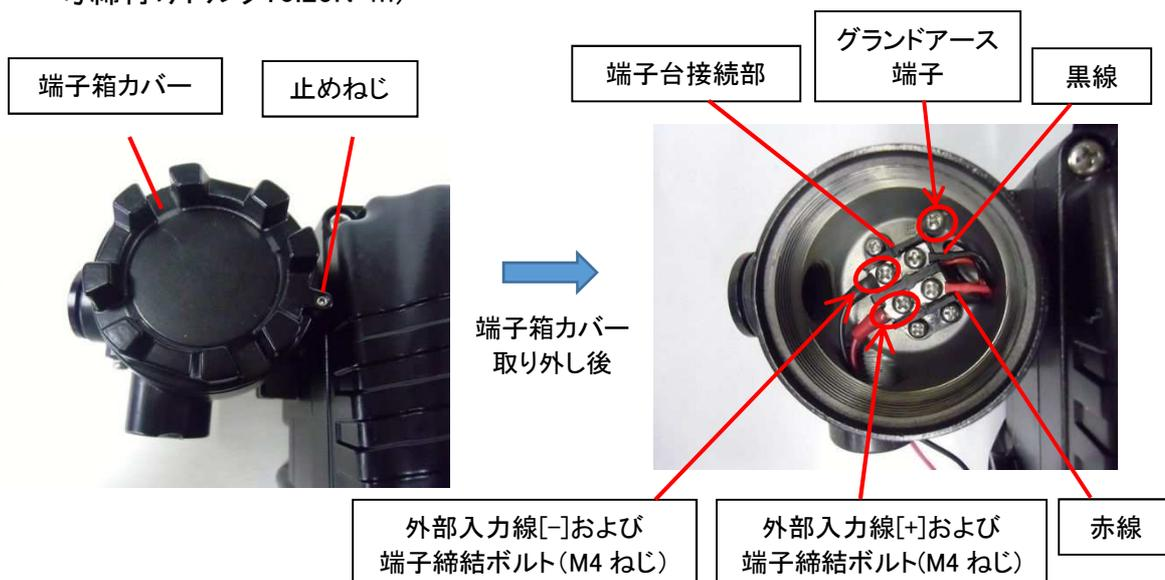

図8
*端子の結線方法(図8参照)
- ①端子箱の止めねじを外して(六角レンチ呼び 1.5 を使用)、端子箱カバーを外します。
- ②端子箱内にある端子台の[+]端子は外部入力線の[+]線を、[-]端子には外部入力線の[-]線を接続します。また、グランドアース端子をアース(外部接地)してください。接続時、結線不良が起きないように端子締結ボルト(M4 ねじ)でしっかりと締め付けてください。
- ③外部入力線を接続後、端子箱カバーを閉めて止めねじを締めて固定します。(参考締め付けトルク:0.25N・m)